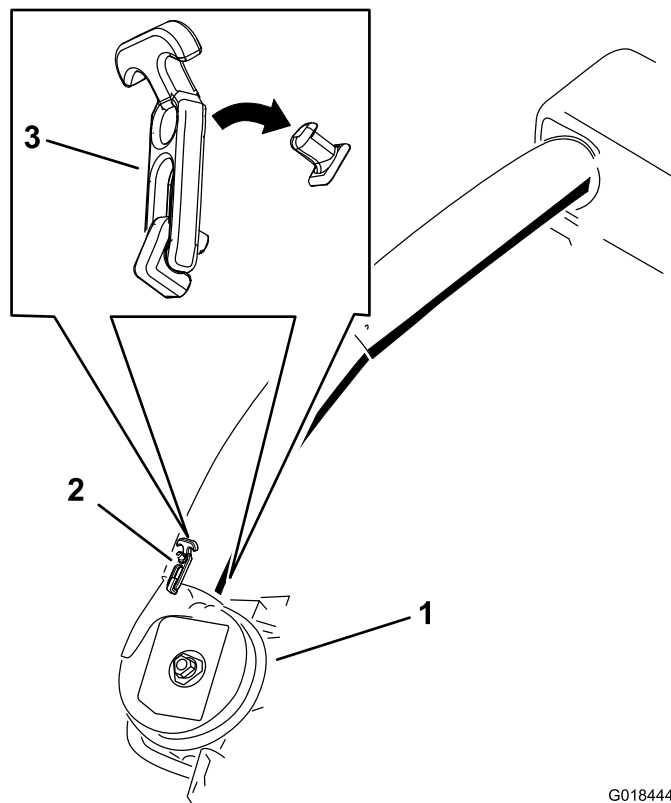

Bild 33
- J. Das Mähwerk sollte auf die niedrigste Schnitthöhe und die Abdeckung sollte geschlossen sein; schauen Sie unter die Abdeckung und messen Sie, wie weit das obere Auswurfrohr in den Füllkasten ragt. Wenn das Auswurfrohr mehr als 7,6 cm (3") in den Füllkasten ragt, schneiden Sie das Rohr auf die richtige Länge ab (Bild 33).
- P. Schieben Sie das untere Ende des unteren Auswurfrohrs auf die Gebläseauswurfstelle und fluchten Sie die Kerbe im Rohr mit dem unteren Riegel aus. Arretieren Sie die Riegel am unteren Auswurfrohr (**Bild 33**).